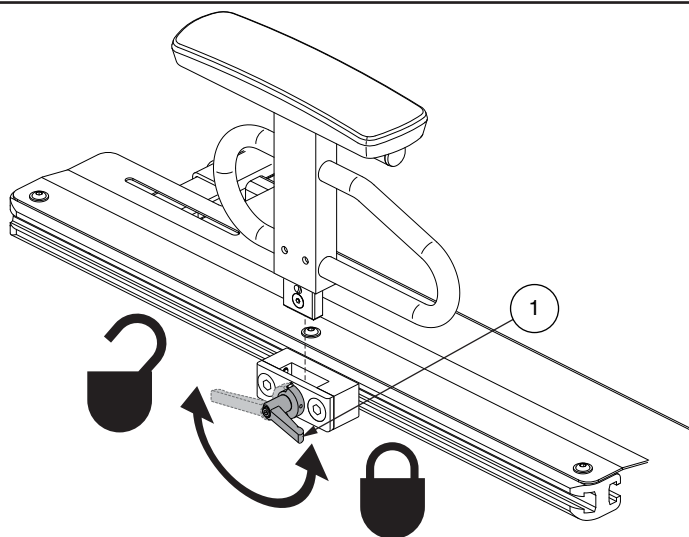
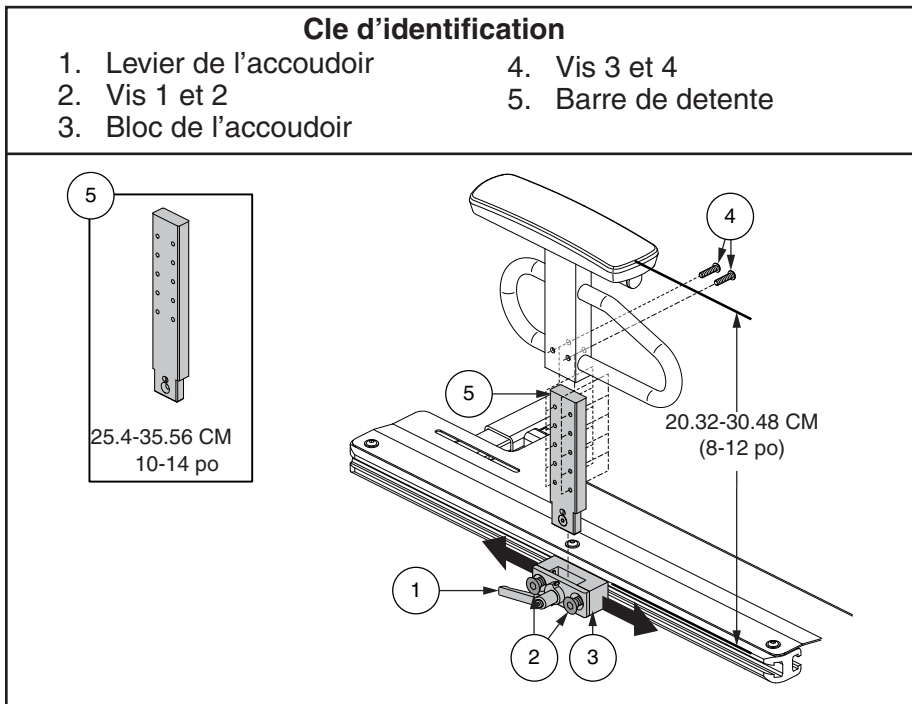

Figure 13. Retrait/Installation de l'accoudoir amovible robuste
Figure 14. Réglage de la position et de la hauteur de l'accoudoir amovible robuste
Les accoudoirs amovibles robustes sont conçus pour être retirés afin de faciliter le transfert au et hors du fauteuil motorisé. **Voir la figure 13.** La hauteur de l'accoudoir et la position peuvent être réglées. **Voir la figure 14.**
1. Tournez le levier de l'accoudoir vers l'arrière. **Voir la figure 13.**
1. Placez l'ensemble de l'accoudoir dans le bloc de l'accoudoir. **Voir la figure 13.**
1. Tournez le levier de l'accoudoir vers l'arrière et retirez l'accoudoir du bloc de l'accoudoir. **Voir la figure 13.**
2. Desserrez les vis 1 et 2. **Voir la figure 14.**
5. Installez l'accoudoir dans le bloc de l'accoudoir et tournez le levier de l'accoudoir vers l'avant. **Voir la figure 14.**
1. Retirez les vis 3 et 4. **Voir la figure 14.**
3. Réinstallez les vis 3 et 4. **Voir la figure 14.**